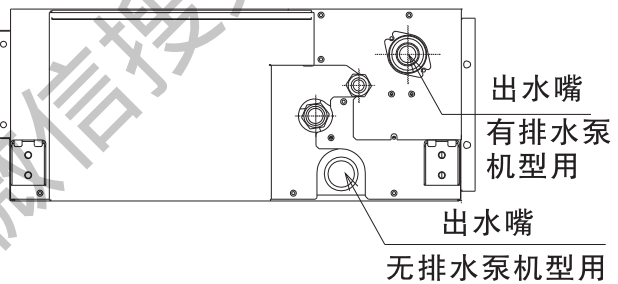

图 9-1
- (1) 排水管的连接位置见图9-1、9-2。
- (2) 准备外径为32mm的聚氯乙烯管。
- (3) 用粘合剂和工厂提供的管箍③固定聚氯乙烯管到排水管⑦上，聚氯乙烯排水管向下倾斜度为 1/25~1/100。
- (4) 接好排水管后需裹保温材料⑧。
- (1) 排水管的连接位置见图9-1、9-3。
- (3) 用粘合剂和工厂提供的管箍③固定聚氯乙烯管到排水管接头上，聚氯乙烯排水管向下倾斜度为 1/25~1/100。
- (5) 如需追加外接排水泵,请与日立公司联系,使用本公司指定的型号。